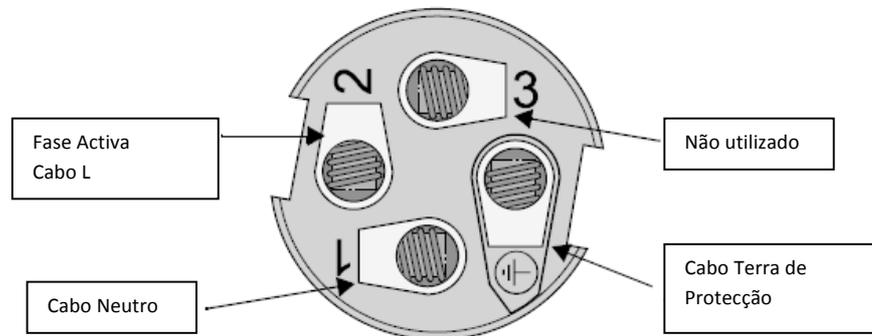

Figura 3-6 Terminais do Ligador de CA
5. No terminal fêmea, ligue o cabo terra de protecção ao terminal marcado com o símbolo \oplus . Ver Figura 3-6.